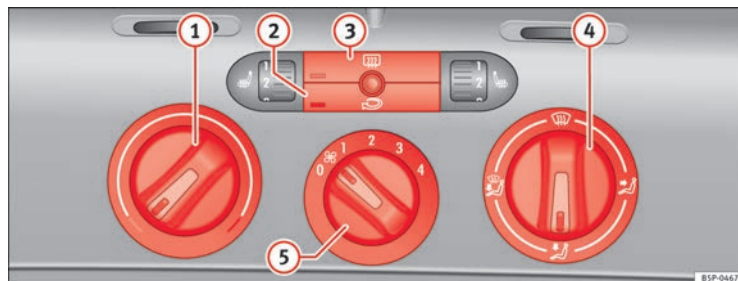

Fig. 106 Mandos de la calefacción en el tablero de instrumentos
- Con los reguladores ⇒ fig. 106 ① y ④ y con el mando ⑤ se regula la temperatura, la distribución del aire y la velocidad de la turbina.
- Pulse la tecla ② o ③ para activar o desactivar la función correspondiente. Cuando la función está activa, la ventana situada en la esquina inferior izquierda de la tecla se ilumina.